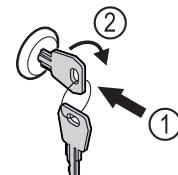

Fig. 190
- Vstavite ključ. Fig. 190 (1)
- Ključ obrnite v smeri urnih kazalcev za 90°. Fig. 190 (2)